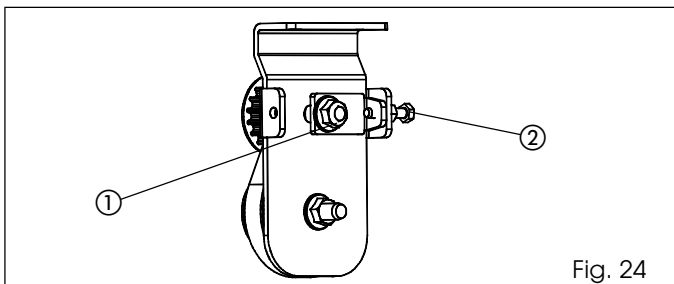

Fig. 24
- Allentare il dado (fig. 24 rif. ①).
- Avvitare il bullone di fig. 24 rif. ② per tendere la cinghia o svitarlo per allentarla.
- Una volta regolato il tensionamento stringere il dado (fig. 24 rif. ①).